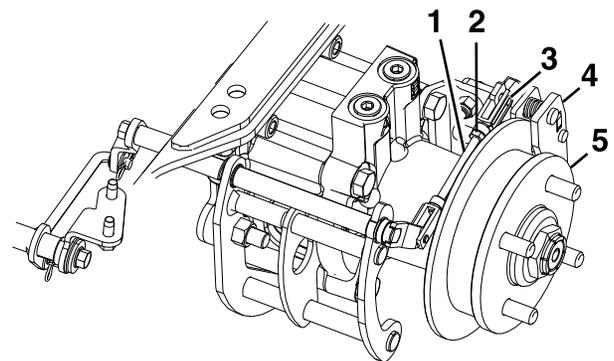

Figura 90
8. Retire el pasador de muelle del acoplamiento trasero y la pinza (Figura 90).
12. Apriete la contratuerca del acoplamiento trasero (Figura 90).